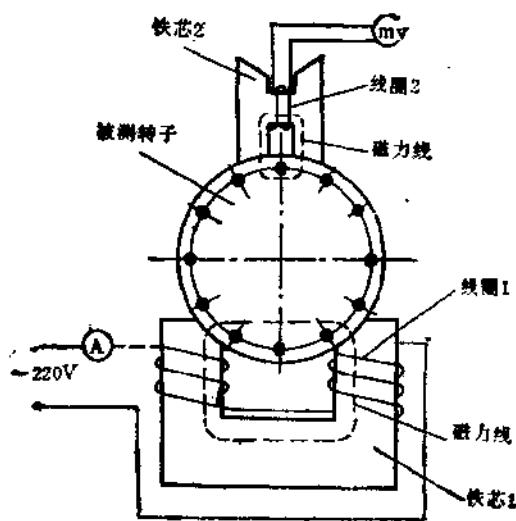

图1-13 断条侦察器及其检查方法
7. 断条侦察器 断条侦察器又称断条检查器，用来检查鼠笼转子的断条。它是利用变压器原理，将被测转子放在图1-13所示的两只一大一小开口铁芯上，用铁芯2逐槽测量。使用时，线圈1接上220伏交流电源，这时，铁芯1和转子构成闭合磁路，组成一只变压器。线圈1相当于变压器一次侧绕组，被测转子的鼠笼绕组相当于变压器二次绕组。若被测转子没有断条，就相当于变压器二次侧绕组短路，电流表读数大；若被测转子断条，电流表读数就减小。检查时，转子在铁芯1上要慢慢转动，观察电流表读数的变化，若变化不超过5%，可认为被测转子没有断条；若超过5%，就需要逐槽检查。逐槽检查时，再将小的开口变压器放在被测转子的外圆，铁芯口对准被测的鼠笼条，这时铁芯2与转子也构成了一个闭合磁回路，组成另一只变压器。被测的鼠笼条相当于变压器的一次绕组，侦察器的线圈2相当于变压器的二次绕组。如果被测的鼠笼条正常，条内就有电流通过；在线圈2内产生感应电势，毫伏表就会有较大的读数；反之，毫伏表的读数就很小。用上述方法，可检查出转子断条的正确位置。